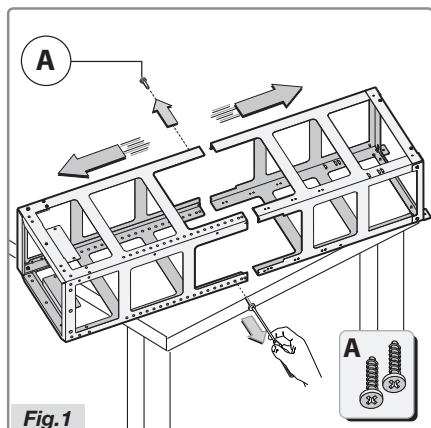

Fig.1
- Déballez le châssis et dévissez les deux vis A pour séparer la partie supérieure de la partie inférieure (Fig.1).